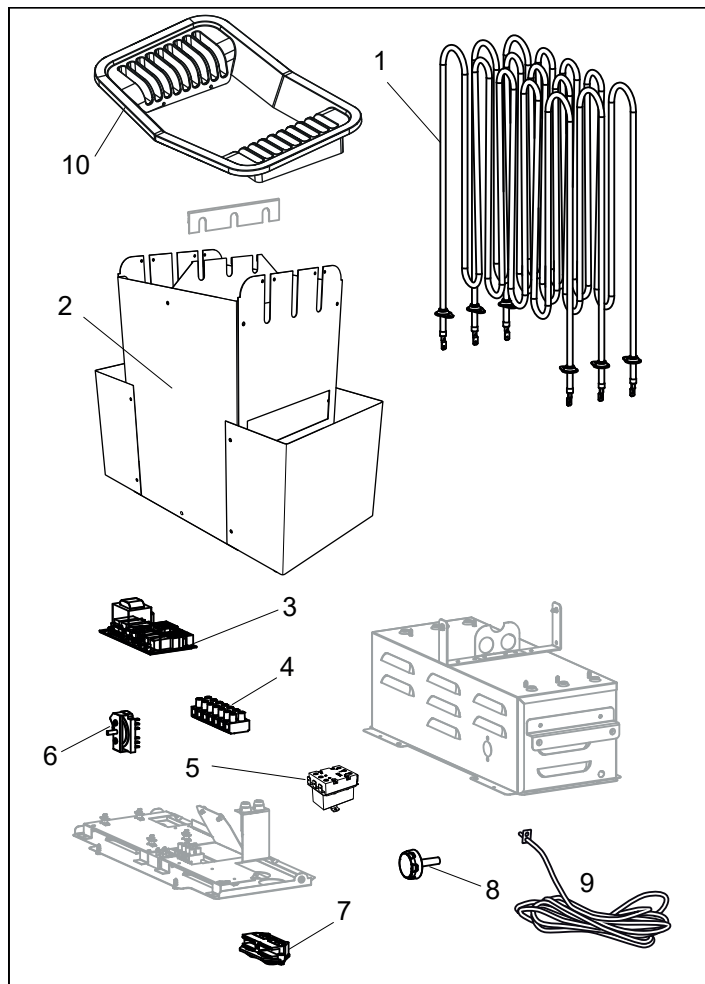

Rysunek 6. Resetowanie wyłącznika termicznego
- **Piec** — wyłącznik temperaturowy w piecu służy do ochrony elementów, rur i konstrukcji drewnianej sauny przed przegrzaniem. Na spodzie pieca znajduje się czerwony przycisk resetowania, który należy nacisnąć (patrz rys. 6). W przypadku uaktywnienia wyłącznika przycisk staje się sztywny i jego resetowaniu towarzyszy odgłos „kliknięcia”. Przycisk ugina się bez kliknięcia po zresetowaniu, dopóki wyłącznik nie zostanie uaktywniony.